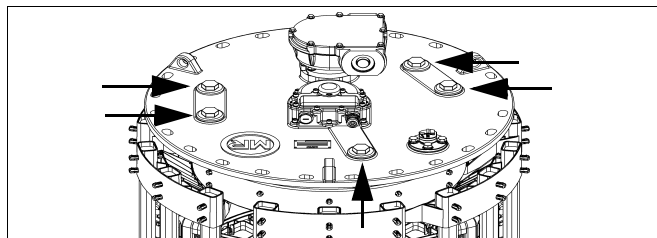

рис. 42
- 1) Открутите все 5 резьбовых заглушек (SW 30 мм, рис. 42).